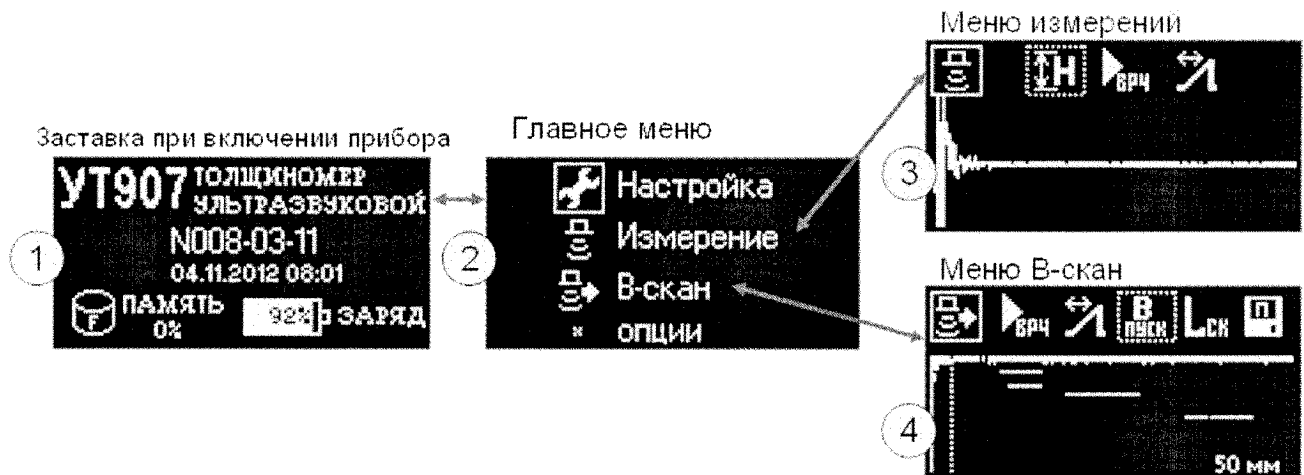

Рис.5.3.1. Структура меню работы с прибором.
Ультразвуковой толщиномер УТ907 предназначен для выполнения ручного ультразвукового контроля изделий. В приборе предусмотрены два режима работы – измерение толщины изделий и формирование В-сканов. Структура меню представлена на Рис.5.3.1.
В меню измерений, Рис.5.3.1. (3), есть три элемента – измерение толщины, регулировка усиления и ВРЧ, настройка развертки. Последние два элемента меню сделаны для удобства, они позволяют оперативно менять диапазоны отображения эхосигналов.